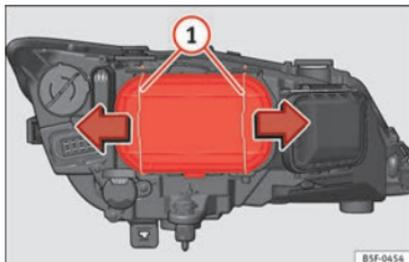

Abb. 205 Abblendlicht
- Verschieben Sie die Streben »» Abb. 205 (1) in Pfeilrichtung und nehmen Sie den Deckel ab.